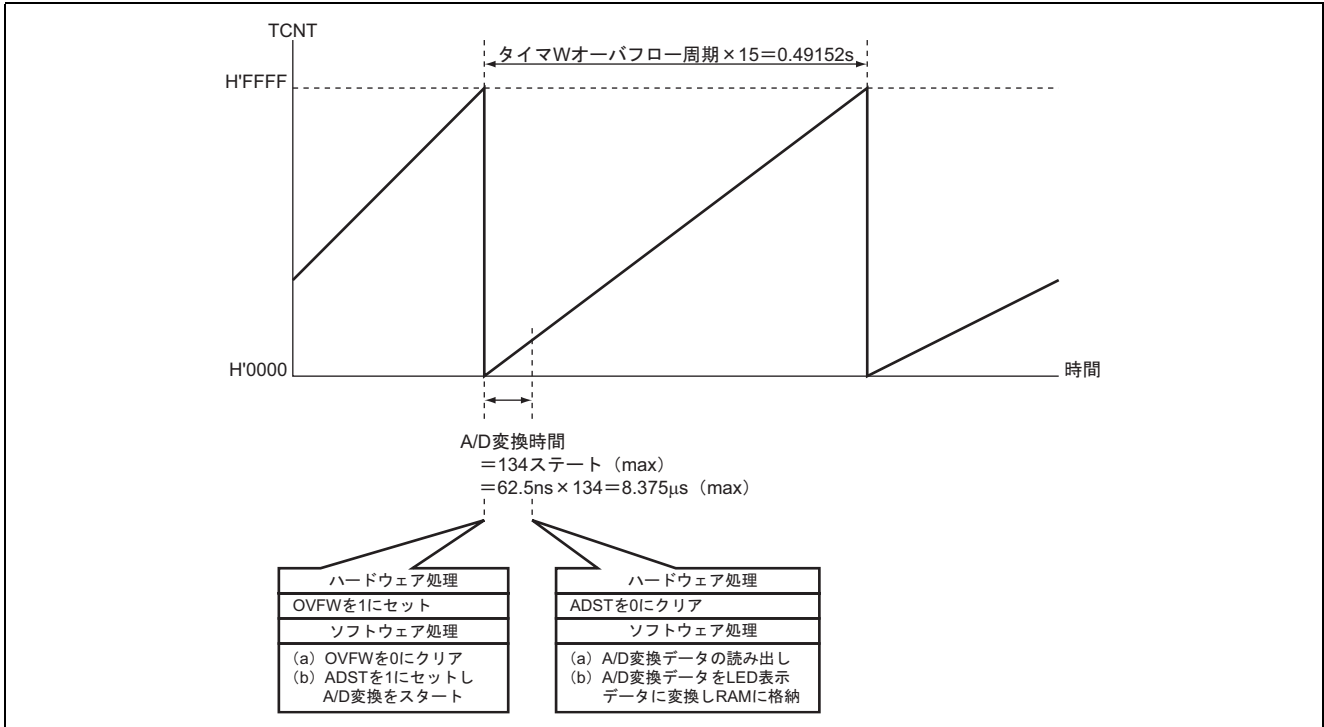

図 3.1 タイマ W を使用した AN0 端子の A/D 変換の動作原理
1. 図 3.1 にタイマ W 使用した、AN0 端子の A/D 変換を行う際の動作原理を示します。図 3.1 に示すように、本タスク例では、A/D 変換割り込みを使用せずに tmrw ルーチンの中で、タイマ W オーバフローフラグより A/D 変換周期 (0.49152s) の計測、A/D 変換終了判定を行っています。